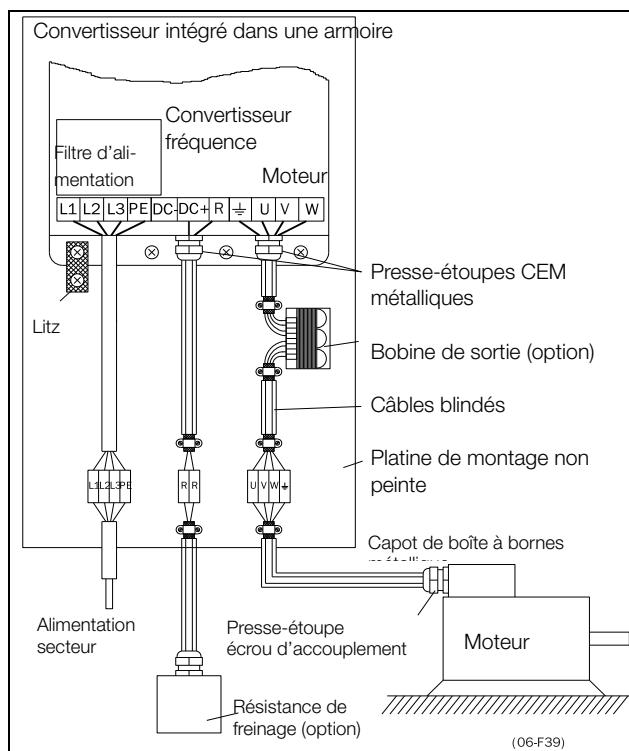

Fig. 48 Convertisseur de fréquence intégré dans une armoire sur platine de montage.
- La nappe de connexion - voir fig. 48 - est uniquement nécessaire si la platine de montage est peinte. Tous les convertisseurs de fréquence ont l'arrière non peint et conviennent donc pour un montage sur une platine non peinte.
- La connexion de mise à la terre de Litz, voir fig. 48, est uniquement nécessaire si la platine de montage est peinte. Tous les convertisseurs de fréquence ont l'arrière non peint et conviennent donc pour un montage sur une platine non peinte.
Si les câbles moteur doivent être coupés par des sectionneurs de maintenance, des bobines de sortie, etc., les blindages devront être prolongés par des coffrets métalliques, des platines de montage en métal, etc. comme illustré à la fig. 48.
- Si le convertisseur de vitesse est abrité dans une armoire standard, le câblage interne doit être conforme aux réglementations CEM. La Fig. 48 donne un exemple d'un convertisseur intégré dans une armoire.